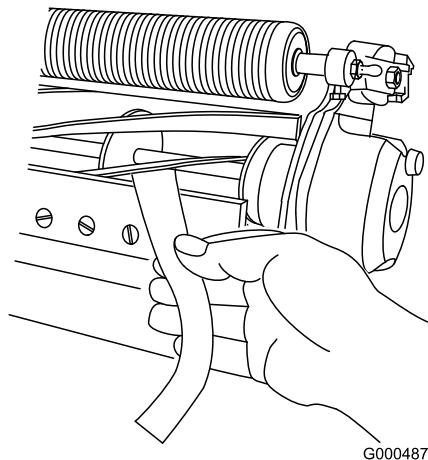

**Figura 6**
2. Não deixe que haja contacto com o cilindro, rodando os parafusos de ajuste da barra de apoio no sentido contrário ao dos ponteiros do relógio (Figura 6).
4. Numa das extremidades do cilindro, introduza uma longa tira de jornal entre o cilindro e a lâmina de corte (Figura 7). Enquanto roda ligeiramente o cilindro para a frente, rode o parafuso de ajuste da barra de apoio no sentido dos ponteiros do relógio (na mesma extremidade do cilindro) (Figura 6), uma posição de cada vez, até que o papel esteja ligeiramente apertado, quando inserido pela parte dianteira, paralela à lâmina de corte. Quando puxar o papel, sentirá uma ligeira pressão.